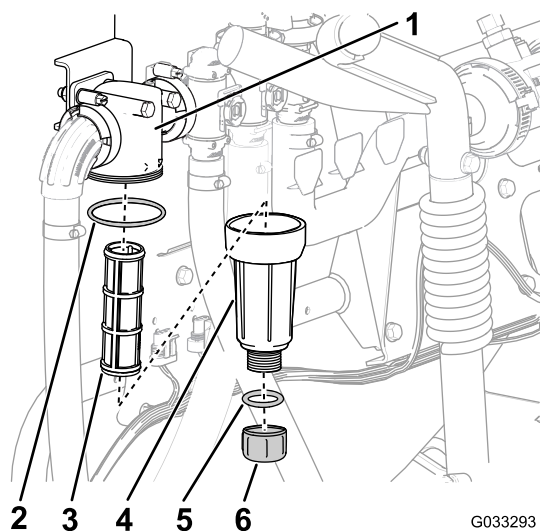

Figura 60
2. Amplasăi o tavă de golire sub filtrul de presiune (Figura 60).
3. Rotiți bușonul de golire în sens invers acelor de ceasornic și îndepărtați-l de la vasul filtrului de presiune (Figura 60).
4. Rotiți vasul în sens invers acelor de ceasornic și îndepărtați-l de la capul filtrului (Figura 60).
5. Îndepărtați elementul de filtrare al vechiului filtru de presiune (Figura 60).
6. Verificați dacă există deteriorări și uzură la nivelul inelului de etanșare pentru bușonul de golire (situat în interiorul vasului) și al inelului de etanșare pentru vas (situat în interiorul capului filtrului) (Figura 60).
7. Montai un nou element de filtrare pentru filtrul de presiune pe capul filtrului (Figura 60).
8. Montai vasul pe capul filtrului și strângeți-l manual (Figura 60).
9. Montai bușonul la vas și strângeți-l manual (Figura 60).